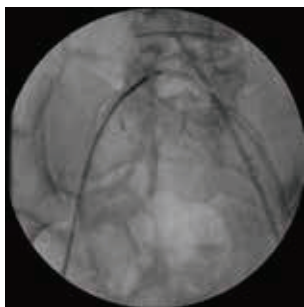

図6
8) OUTBACK ELITEを対側アプローチから到達を試みるもsubintimal spaceが小さくデバイスを到達させることが困難であった。(図6)